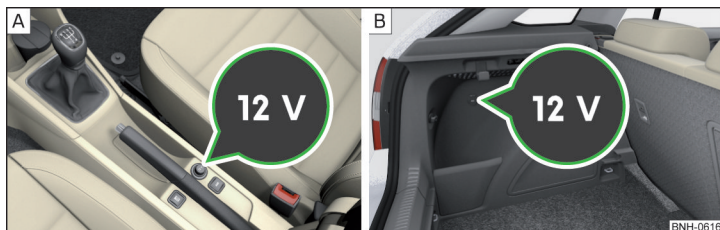

Fig. 73 Capacul prizei de 12 V: în consola centrală față / în portbagaj
- Pentru **utilizare**, scoateți capacul prizei » fig. 73 -  sau deschideți capacul prizei » fig. 73 - .